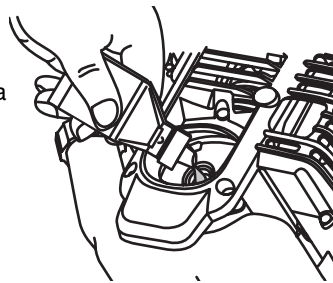

Fig. 4
4. Versez tout le contenu de la bouteille d'huile dans le carter-moteur (Fig. 4).